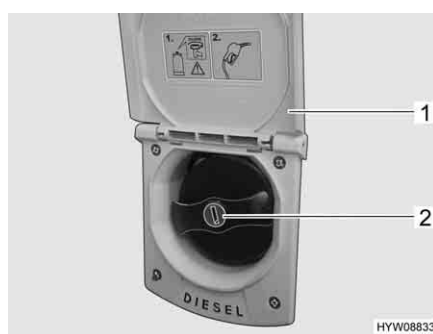

Fig. 21 Bocchettone di riempimento per il rifornimento di carburante
- Alzare lo sportello (Fig. 21,1) verso l'alto.
- Inserire la chiave nel cilindro della serratura (Fig. 21,2) e ruotare in senso antiorario.